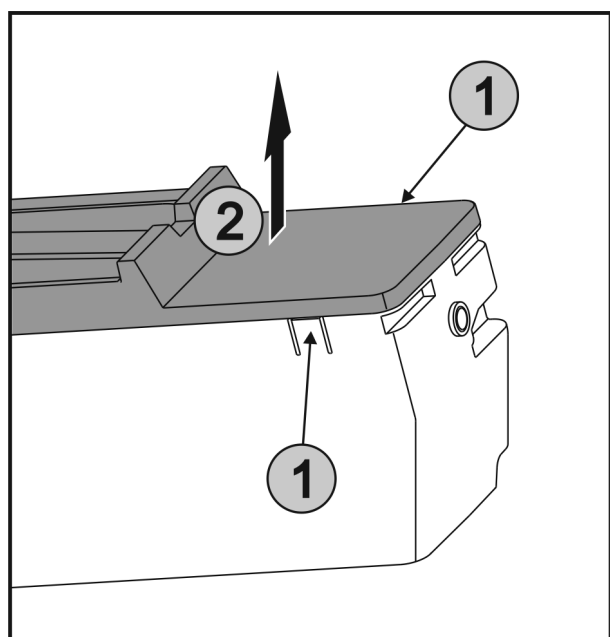

Fig. 42
- Appuyer simultanément sur les languettes Fig. 42 (1) des deux côtés de l'EasyTwist-Ice et retirer le couvercle Fig. 42 (2) vers le haut.